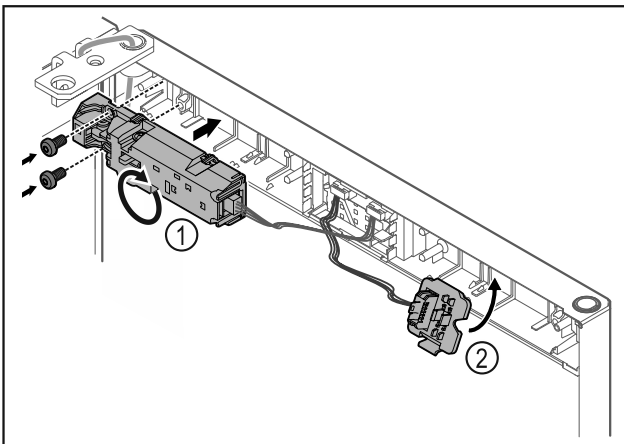

Fig. 13
- ▶ Fernschloss Fig. 13 (1) um 180° drehen und auf Gegenseite befestigen.
- ▶ Steckerhalterung Fig. 13 (2) auf Gegenseite einrasten.*